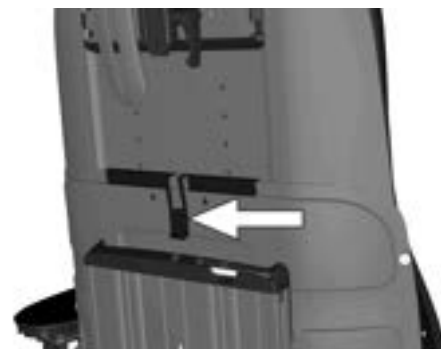

Abbildung 500. Der obere Abschnitt der Rückenlehne ist mit einem Verriegelungsmechanismus gesichert.
6. Schieben Sie den oberen Abschnitt der Rückenlehne nach unten, bis er durch den Verriegelungsmechanismus in seiner Position gehalten wird. Siehe Abb. 500.